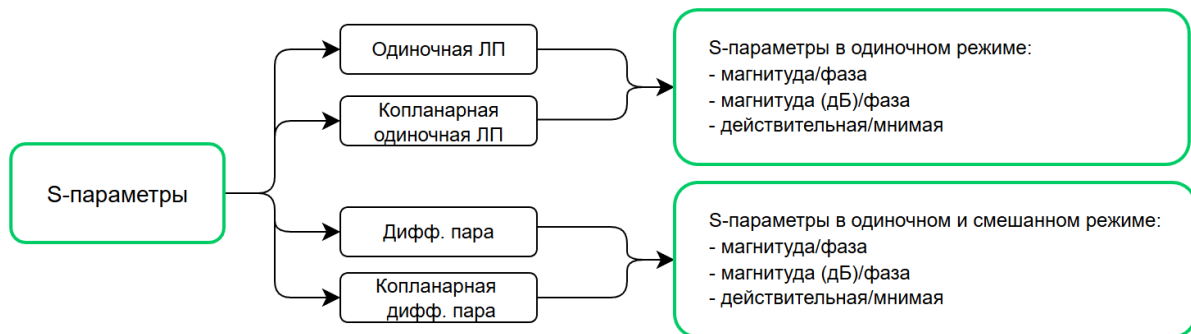

Рис. 68 Расчет «S-параметры»
2. Расчет «S-параметры» доступен для всех типов линий передачи в SimPCB Lite и позволяет оценить энергетическую эффективность линии передачи, определить уровень отраженных волн, см. Рис. 68.